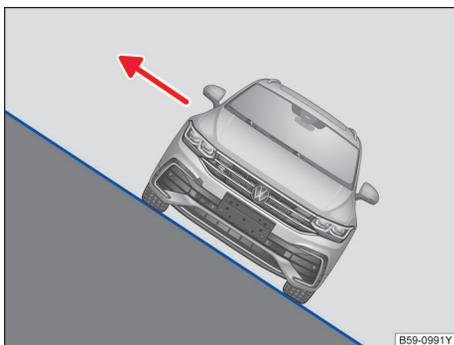

图 118 在倾斜状态下停车后，应从汽车朝向上坡的一侧下车
- 如果汽车以较大的侧倾度停在斜坡上，则乘员切勿通过朝向下坡的车门离开汽车。这可能导致整个重心侧移。汽车可能翻倒或翻车并从斜坡上向下滑。为避免这种情况，应始终只从朝向上坡的一侧小心地离开汽车 → 图 118。